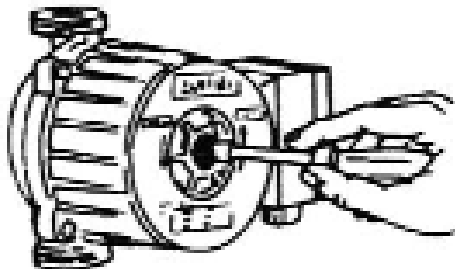

Рис. 2
- Если необходимо удалить воздух из насоса, медленно отворачивайте крышку выпуска воздуха (рис. 2). При выпуске воздуха возможно вытекание небольшого количества воды (рис. 3).